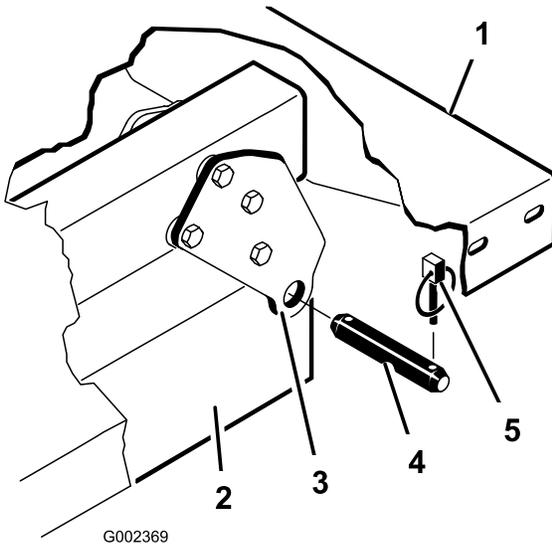

Bild 35
3. Nehmen Sie die Lastösenbolzen ab, mit denen die Zylinderstangenenden an den Pritschenbefestigungsplatten befestigt sind. Drücken Sie die Bolzen hierfür nach innen (Bild 35).
4. Nehmen Sie die Klappstecker und die Lastösenbolzen ab, mit denen die Schwenkhalterungen an den Rahmenkanälen befestigt sind (Bild 35).
Hinweis: Achten Sie darauf, dass die Schwenkplatten am Pritschenrahmen bzw. -kanal so festgeschraubt sind, dass das untere Ende nach hinten abgewinkelt ist (Bild 35).
2. Setzen Sie die Pritsche vorsichtig auf den Fahrzeugrahmen. Richten Sie die hinteren Schwenkplattenlöcher der Pritsche mit den Löchern am hinteren Rahmenkanal aus und montieren Sie die zwei Lastösenbolzen und Klapstecker (Bild 35).
3. Befestigen Sie bei abgesenkter Pritsche jedes Ende der Zylinderstange mit einem Lastösenbolzen und einem Klapstecker an den entsprechenden Einschüben in den Befestigungsplatten der Pritsche. Setzen Sie den Lastösenbolzen von der Außenseite der Pritsche ein. Der Klapstecker sollte außen (Bild 35). Die hinteren Einschübe sind für die Montage der großen Pritsche und die vorderen Einschübe sind für die Montage der 2/3 Pritsche gedacht.